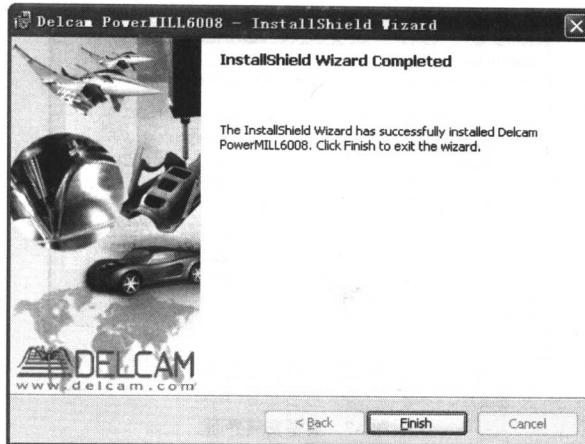

图1-10 安装完成界面
10. 安装完成后，进入如图 1-10 所示的安装完成界面。